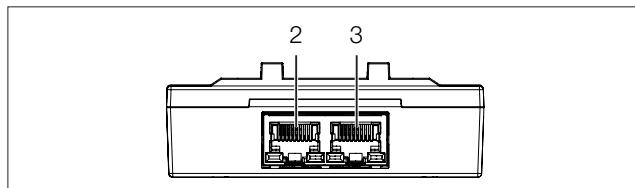

Abb. 12: Rückseite des Temperatur-/Feuchte-Sensors
- Verbinden Sie den Temperatur-/Feuchte-Sensor über ein CAN-Bus-Verbindungskabel mit einer CAN-Bus-Schnittstelle des Rittal Embedded Device bzw. der benachbarten Komponente im CAN-Bus (Abb. 12, Pos. 2, 3).
■ Schließen Sie ggf. an der zweiten, freien CAN-Bus-Schnittstelle des Temperatur-/Feuchte-Sensors (Abb. 12, Pos. 2, 3) eine weitere Komponente an (z. B. einen anderen Sensortyp).